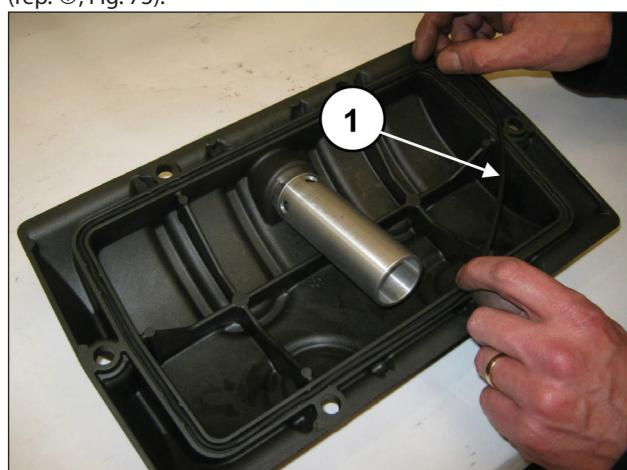
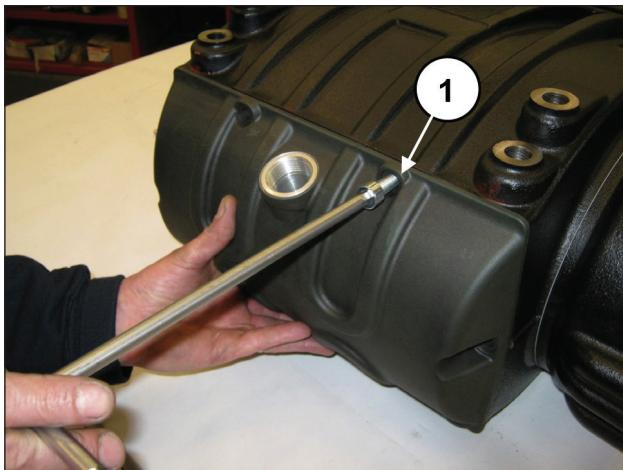

Fig. 72
Fig. 73
Insérer le joint torique sur le couvercle arrière (rep. ①, Fig. 72) et monter le couvercle sur le carter à l'aide de 6 vis M10x30 (rep. ①, Fig. 73).